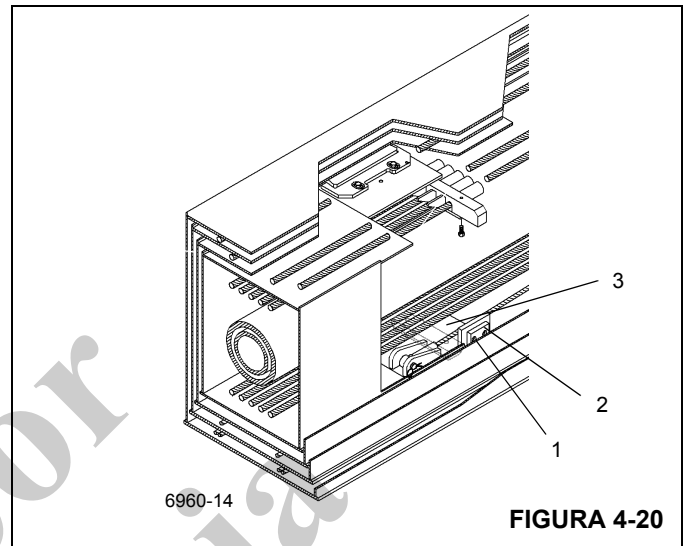

FIGURA 4-20
- Si es necesario, retire los pernos (1) que fijan cada almohadilla de desgaste lateral trasera inferior (2) a la sección de extremo (3) Figura 4-20. Retire las almohadi-